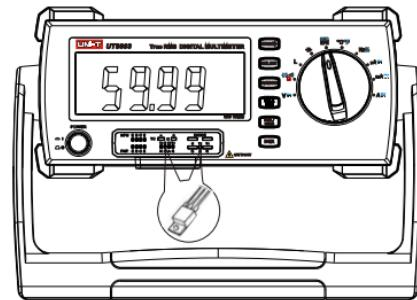

图7
- 档位旋钮开关置于_{HFE} SCR 测量档位，按下 **SELECT** 键切换成晶闸管测量功能。(如图7)